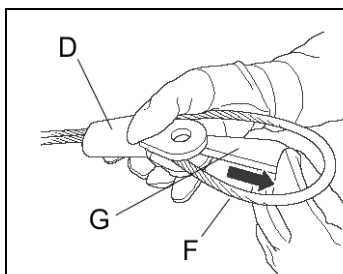
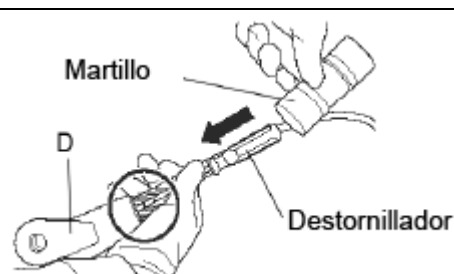

Figura 6-12
Figura 6-13
- 7) Extraiga la Cuña del Borne (G) del Borne (D) como se muestra en la **Figura 6-12**. Si es difícil de extraer, use un destornillador y un martillo pequeño para extraerlo suavemente del Borne (D) como se muestra en la **Figura 6-13**.